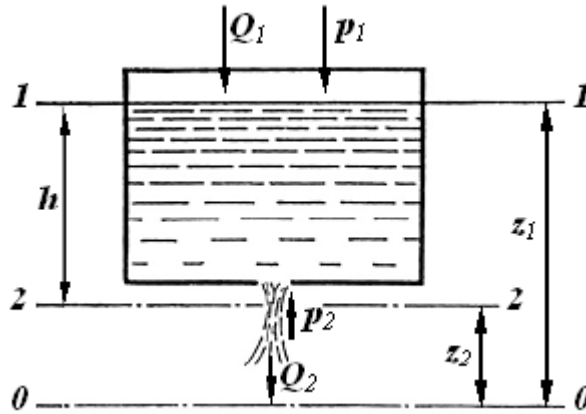

Рисунок 2.11 – Витікання рідини з посудини з постійним рівнем
*Витікання рідини з посудини з постійним рівнем.* Розглянемо витікання рідини з посудини, яка має отвір у днищі, з постійним рівнем рідини (рис. 2.11). З отвору в одиницю часу витікає об'єм рідини  $Q_2$ , а в посудину поступає така ж кількість рідини об'ємом  $Q_1$ , тобто  $Q_2 = Q_1$ . Отже, рівень рідини в посудині буде постійний ( $h = \text{const}$ ).